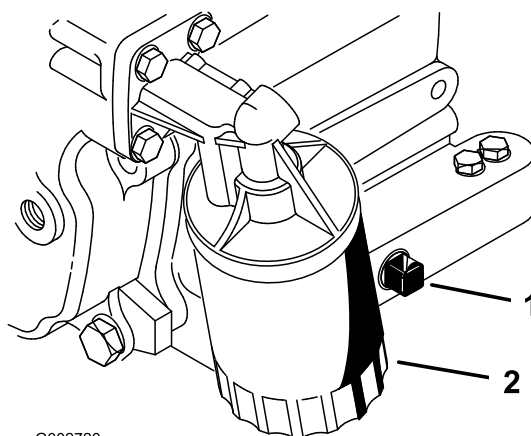

Figure 25
2. Retirez le bouchon de vidange (Figure 25) et laissez couler l'huile dans un bac de vidange. Remettez le bouchon quand la vidange est terminée.
3. Déposez le filtre à huile (Figure 25).